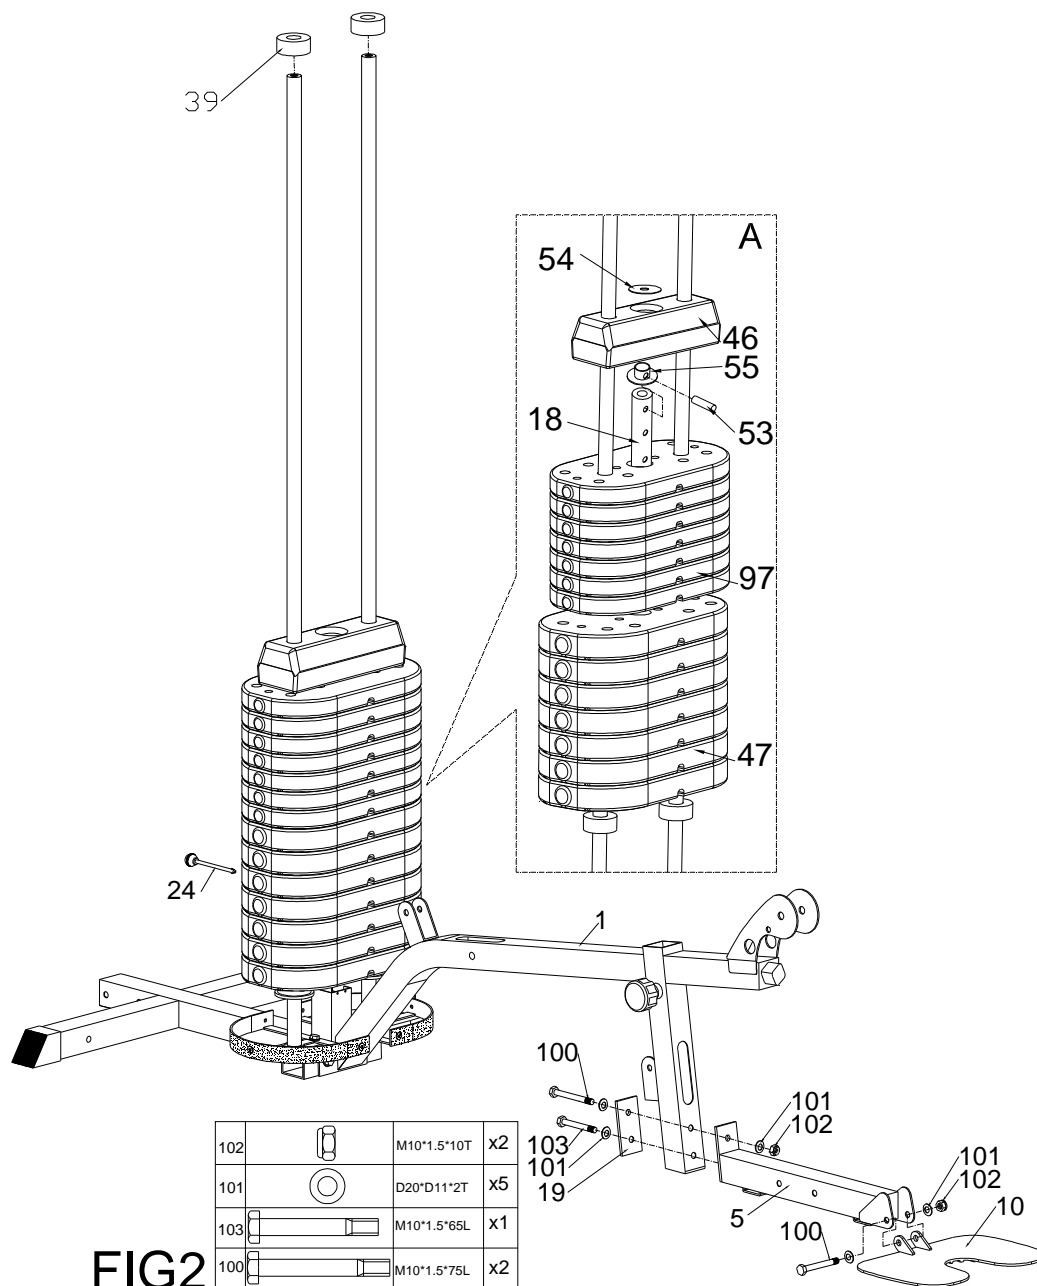

FIG2
- 3) Připevněte střední opěradlo pro záda (48A) do podpěry (86) pomocí šroubu (120) a ploché podložky (123) podle obrázku FIG2.
- 4) Připevněte hlavní nárazník (59), střední opěradlo pro záda (48A) a nižší opěradlo pro záda (48) do předního vertikálního podstavce (3) pomocí ploché podložky (101) a šroubu (103).
- 5) Připevněte přední stabilizátor (73) do předního podlahového rámu (5) pomocí šroubu (100), ploché podložky (101) a nylonové matice (102).
- 2) Připevněte vysokou kladku (56) do podstavce ventilového ramena (9) pomocí ploché podložky (101) a nylonové matice (102) podle obrázku FIG2.
- 16) Připevněte vysokou kladku (56) do jednoduché kladkové podpěry (20) pomocí kladkové směrnice (41), plastového kroužku kladky (42), ploché podložky (101), šroubu (112) a nylonové matice (102) podle obrázku FIG2.
- 3) Upevněte střední kabelový počítač (68) pomocí mezery pro kabelový počítač (72) podle obrázku FIG2.